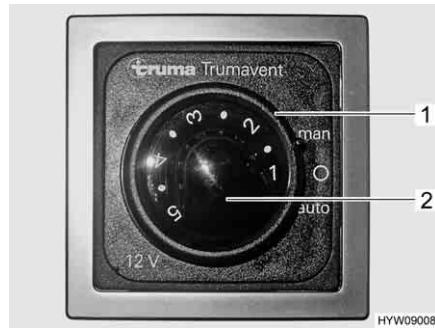

Fig. 117 Interruttore di comando (ventola di ricircolo dell'aria (12 V))
- Posizionare l'interruttore girevole (Fig. 117,1) su "man" (regolazione manuale) o su "auto" (funzionamento automatico).
- Impostare con la manopola (Fig. 117,2) la prestazione della ventola di ricircolo dell'aria desiderata (regolazione manuale) oppure limitarla (funzionamento automatico).
- Posizionare l'interruttore girevole (Fig. 117,1) su "O".